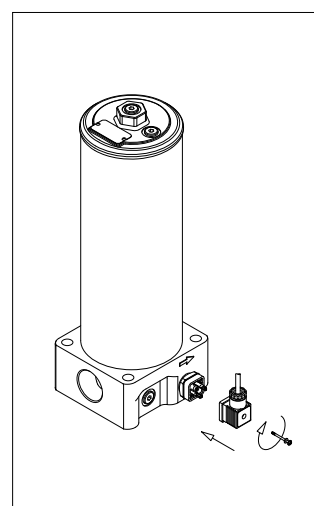

fig. 24
- (Fig. 24) Montare il connettore avvitando la vite centrale (solo per gli indicatori elettrici)